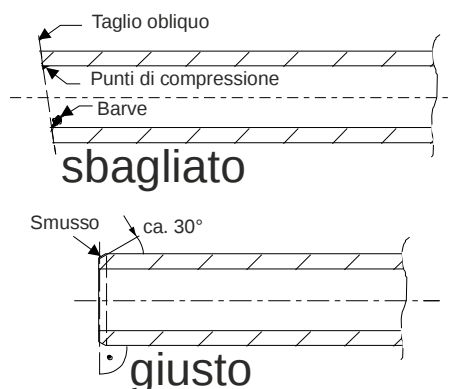

Fig. 34 Taglio dei tubi
- I tubi devono essere tagliati con un tagliatubi alla distanza necessaria. In particolare occorre fare attenzione che il taglio sia perpendicolare all'asse del tubo. Le eventuali "bave" sporgenti vanno eliminate, Fig. 34.
- Le estremità dei singoli spezzoni di tubo devono essere lievemente smussate mediante un utensile idoneo, ad es. uno spelatubi, Fig. 34.